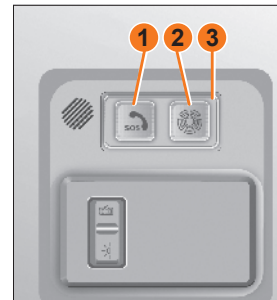

Рис. 68. Компоненты БИП (в вариантном исполнении)
**Управление СВЭОС осуществляется в блоке интерфейса пользователя (рис. 68):**